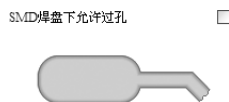

图 9-32 设置 SMD 焊盘下过孔限制规则
5) “Vias Under SMD”（SMD 焊盘下过孔限制规则）：用于设置表面安装元件焊盘下是否允许出现过孔，如图 9-32 所示为该规则的设置示意图。在 PCB 中需要尽量减少表面安装元件焊盘中引入过孔，但是在特殊情况下（如中间电源层通过过孔向电源引脚供电）可以引入过孔。